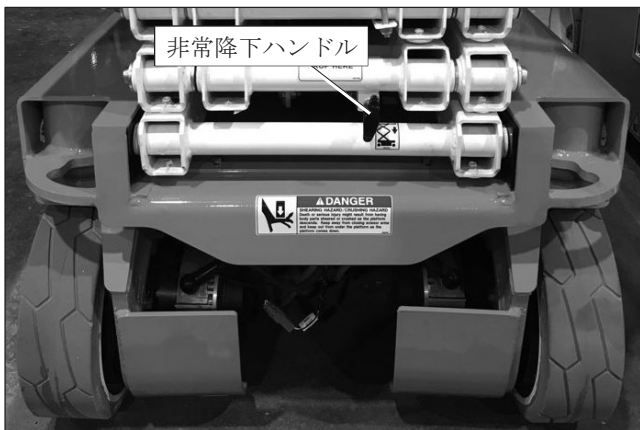

図11.1 - 本機前側
3. 非常降下ハンドルは本機の前側に設置されています（図11.1を参照）。